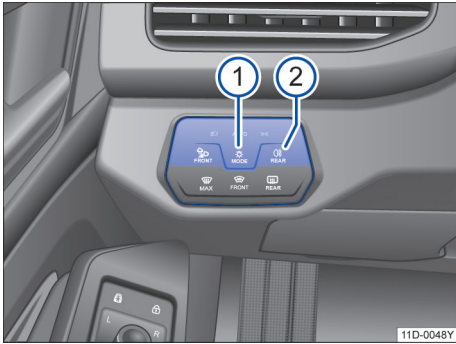

图 74 仪表板局部视图：灯光按钮
- 反复点击按钮→图 74①，直至相应的指示灯亮起。
– 打开后雾灯：按压按钮  → 图 74②。按钮中的指示灯亮起。同时组合仪表中的指示灯  亮起黄色。